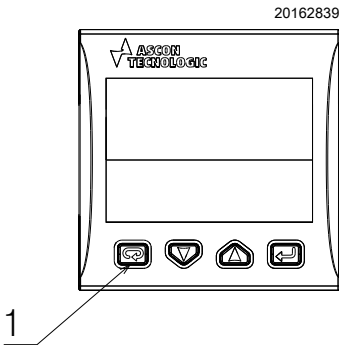

图 164
燃烧器配有温度控制装置 24）（图 3 第 9 页，图 164），通过热电偶监测燃烧头内的温度，防止燃烧头损坏。
- 按温度控制按钮 1）（图 164），复位；